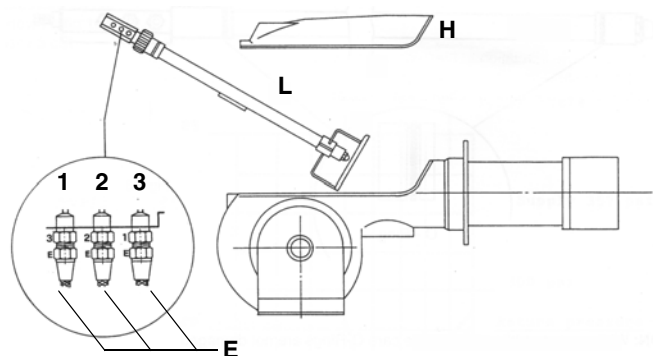

Fig. 24
- Svitare i connettori nafta **E** (Fig. 24) che fissano i flessibili nafta alla lancia **L** e rimuovere il gruppo completo come mostrato in figura.